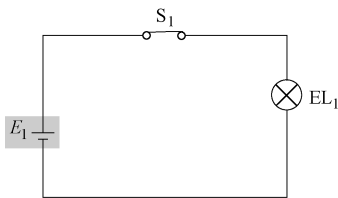

图 3-49 电路中有电源  $E_1$
2) 回路中有电源。回路中要有电源，如图 3-49 所示电路中有电源  $E_1$ 。如果电路只是成回路而没有电源，这一闭合电路中也没有电流流动。